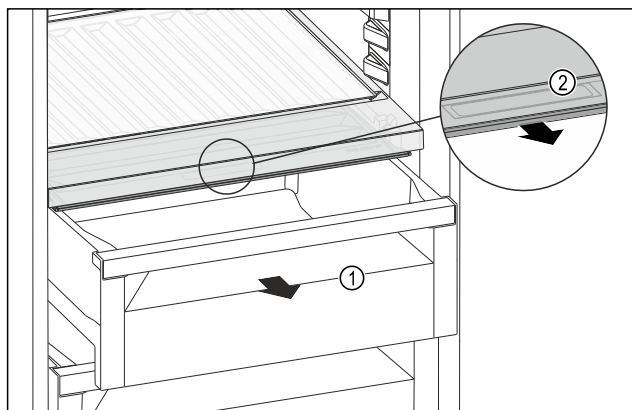

Fig. 122
- ▶ 拉出抽屉 Fig. 122 (1)。
- ▶ 抓住抽屉盖上的内嵌式拉手 Fig. 122 (2)，并同时向前拉出抽屉盖。